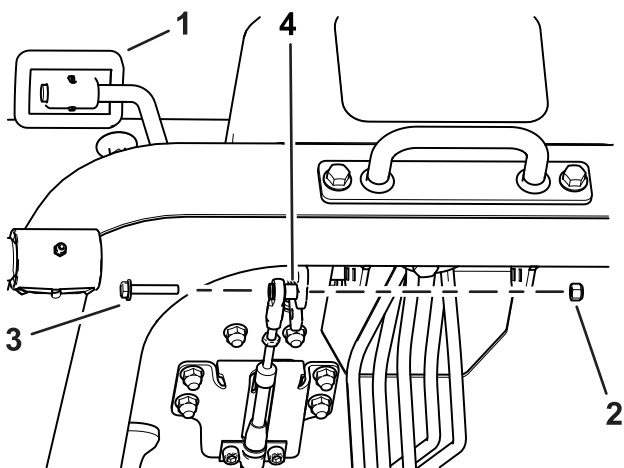

Рисунок 1
3. Снимите гайку с болтом и проставку, которые крепят трос к педали тяги, и поверните педаль в сторону сиденья (Рисунок 1).